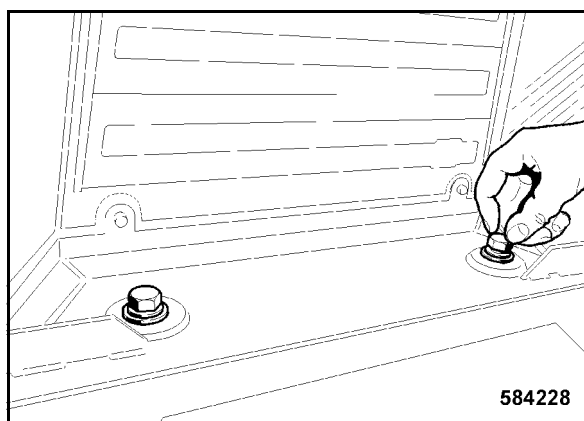

Fig. 204
- Volver a soltar ambos tornillos de fijación (Fig. 204) en la zona trasera de la cabina.
- Apretar ambos tornillos de fijación (Fig. 204) en la zona trasera de la cabina con 578 Nm.